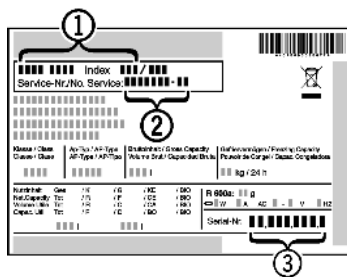

Fig. 29
- ▶ Наименование устройства Fig. 29 (1), сервисный № Fig. 29 (2) и серийный № Fig. 29 (3) считайте с заводской таблички. Заводская табличка находится внутри устройства слева.
- ▶ Обратитесь в сервисную службу и сообщите вид неисправности, наименование устройства Fig. 29 (1), сервисный № Fig. 29 (2) и серийный № Fig. 29 (3).